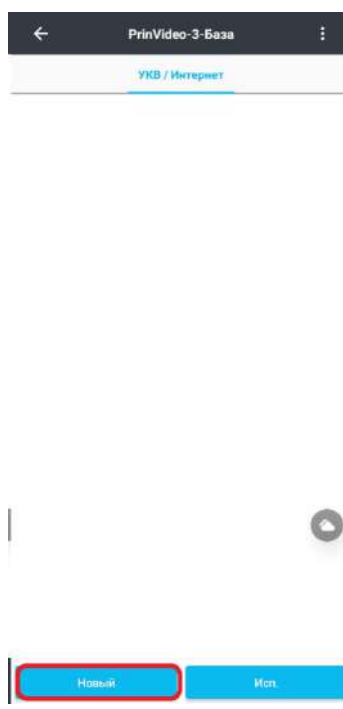
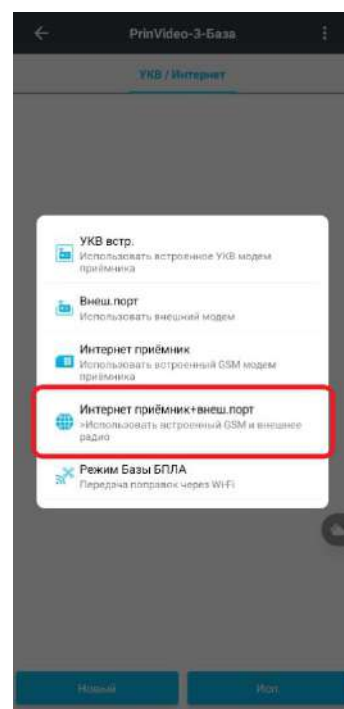

Рисунок 5.2.53
Рисунок 5.2.54
2. Нажмите **Новый** (Рисунок 5.2.53) и выберите **Интернет приемник+внешний порт** (Рисунок 5.2.54).